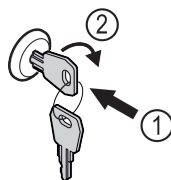

Fig. 207
- Dugja be a kulcsot. Fig. 207 (1)
- Forgassa el a kulcsot 90°-kal az óramutató járásával megegyező irányba. Fig. 207 (2)